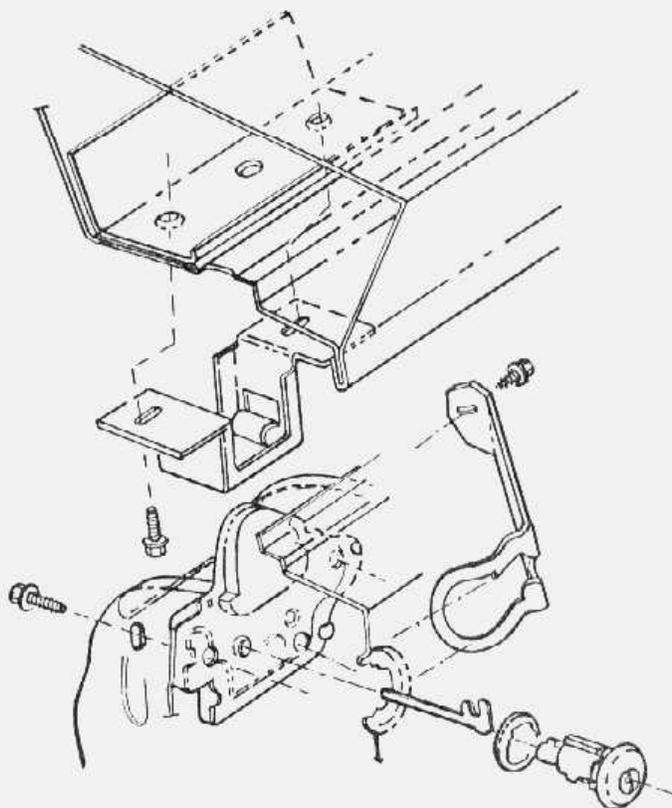

fig. 21 — fechadura do porta-malas
3. Retirar o retentor do cilindro da fechadura e o cilindro (fig. 21).